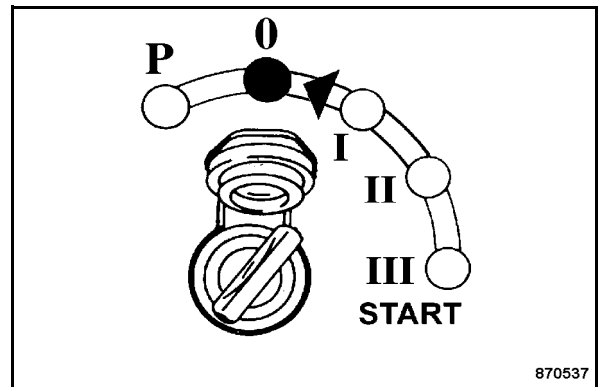

fig. 62
- Tourner la clé de contact (fig. 62) sur position "0" ou "P" et la retirer.